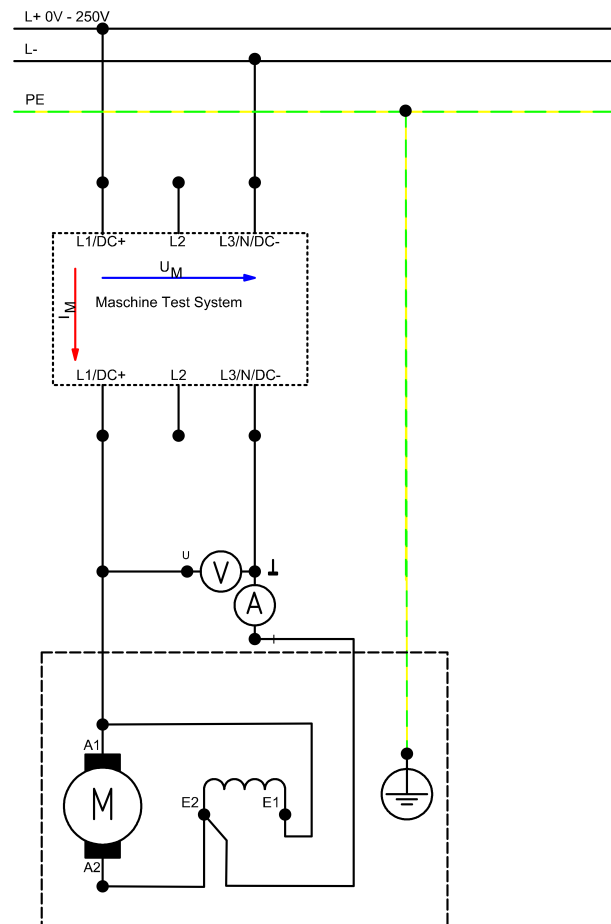

Abbildung 8: Schaltplan Gleichstromnebenschlussmotor "Belastungskennlinie"
- Bauen Sie die Schaltung nach Schaltplan (Abbildung 8) auf!